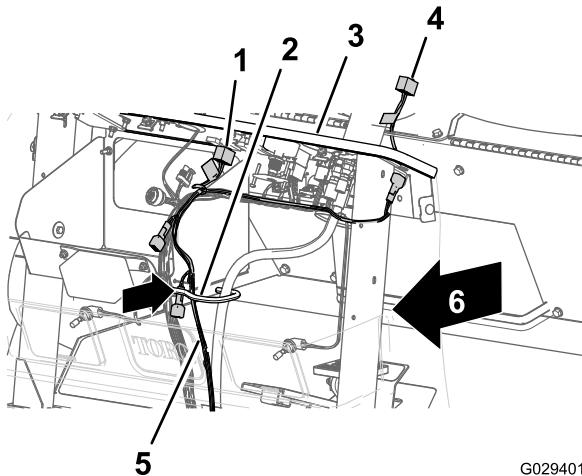

図 14
3. ダッシュパネル用の240cmの枝線を、前方バルクヘッドの開口部にあるハトメを通して車両のケーブルホース用フックの内側まで導く図14。